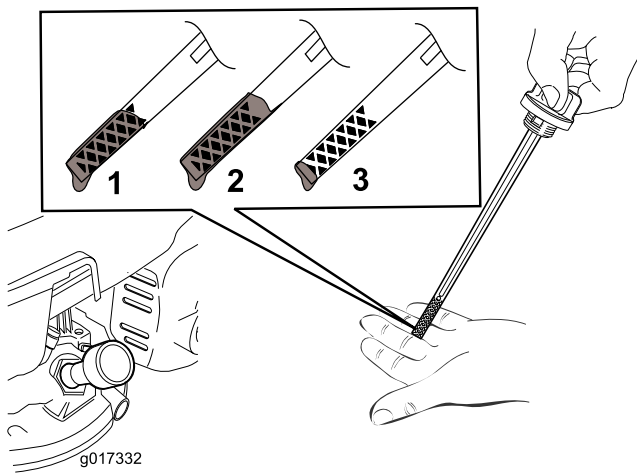

Figure 12
2. Tournez le bouchon dans le sens antihoraire et sortez la jauge (Figure 12).
5. Vérifiez le niveau d'huile indiqué par la jauge (Figure 12).
- Figure 12 Si le niveau n'atteint pas le repère minimum sur la jauge, versez lentement une petite quantité d'huile minérale multigrade SAE 10W-30 classe de service API SJ ou mieux dans le tube de remplissage, attendez 3 minutes puis répétez les opérations 3 à 5 jusqu'à atteindre le niveau d'huile correct.
- Si le niveau d'huile est trop élevé (Figure 12), vidangez l'excédent d'huile jusqu'à obtention du niveau d'huile correct sur la jauge; voir Vidange de l'huile moteur (page 17).